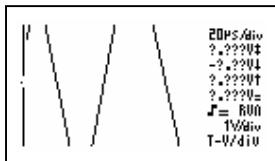

Fig 69
- If the signal goes off-screen or is too small for dB measures, the readout will indicate '????' (fig. 69).
- Als het signaal buiten het scherm verdwijnt of te klein is voor dB-metingen, zal de uitlezing ‘???’ aanduiden (fig. 69).
- Si le signal disparaît de l'écran ou s'il est trop petit pour les mesures dB, l'afficheur indiquera ‘???’ (Fig. 69).
- Wenn das Signal aus dem Bildschirm verschwindet oder zu schwach ist für die dB-Messungen, wird die ‘???’ gezeigt werden (Abb. 69).